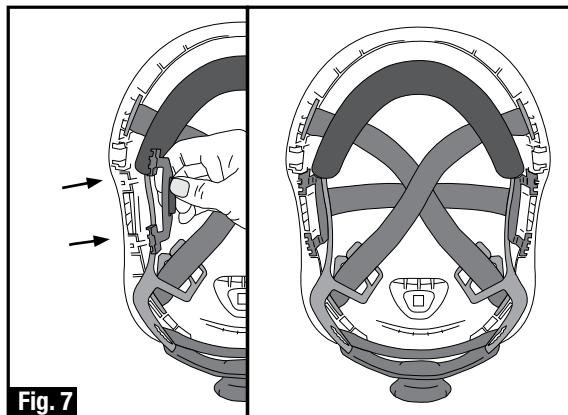

Fig. 6
- Oriente 6-point strap with 3M facing towards head side of helmet. (Figure 6)
- Alignez la sangle à 6 points, avec le 3M orienté vers le côté de la tête du casque protecteur. (Figure 6)